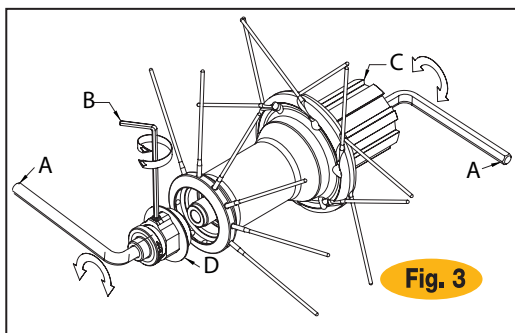

Fig. 3
- Introduzcan nuevamente el perno (C) con el relativo distanciador (Z) en el cuerpo del buje prestando mucha atención al correcto posicionamiento de las carracas y bloqueen firmemente la tuerca de tope móvil con un par de 15 Nm (Fig. 3).
- Aflojen el perno (E) con una llave Allen (B) (Fig.3).
- Aprieten el perno (E).